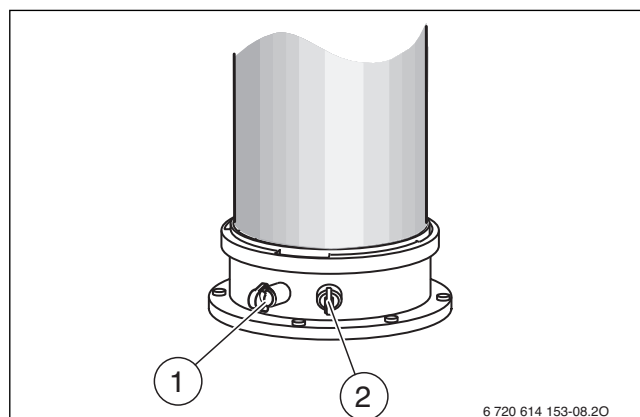

Fig. 43 Embout de mesure des fumées et de l'air de combustion
- ▶ Retirer le bouchon de la prise de mesure de l'air de combustion [2] (→ fig. 43).
- ▶ Retirer le bouchon de la buse de mesure des fumées [1] (→ fig. 43).